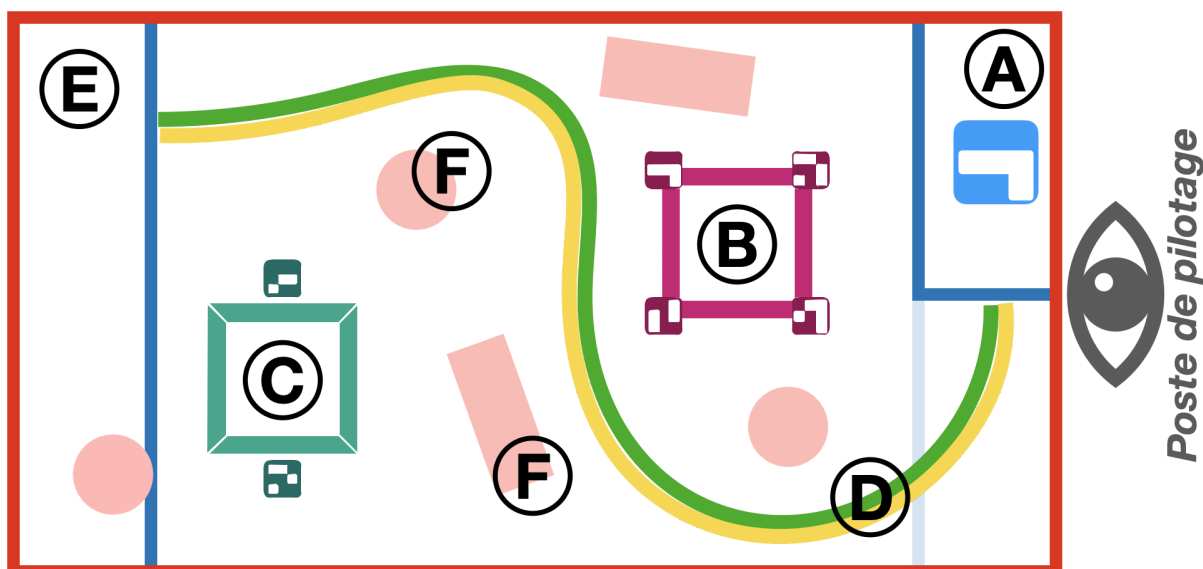

Figure 2 : Vue générale du terrain/aire de jeu lors de l'épreuve 2
- L'**aire de départ** annotée par le symbole **A** sur la **Figure 2**. Elle sera délimitée par un marquage au sol bleu. Elle contient un ArUco pour faciliter le décollage et l'atterrissage automatique (*Les Arucos sont disponibles en annexe 4*);
- la **zone de hovering** annotée par le symbole **E** sur la **Figure 2**. Cette zone est délimitée par un marquage au sol bleu.
- Le “**passage sûr**” annoté par le symbole **D** sur la **Figure 2**. Il est utilisé pour réaliser le suivi de ligne. Il est indiqué comme sur le schéma par deux lignes : verte (*à droite du poste de pilotage*) et jaune (*à gauche du poste de pilotage*). Ce passage ne contient pas d’obstacle à moins de 50 cm de chaque côté;
- Une fenêtre de 100*100 cm annotée de ArUcos à ses quatre coins (*disponibles en annexe 4*) annotée par le symbole **B** sur la Figure 2. ;
- Une fenêtre rectangulaire d’une taille de 100*100 cm annotée de ArUcos (*disponibles en annexe 4*) au-dessus et en dessous. Annotée par le symbole **C** sur la **Figure 2**;
- Des obstacles annotés par le symbole **F** sur la **Figure 2** (voir en annexe 5 pour avoir une illustration).